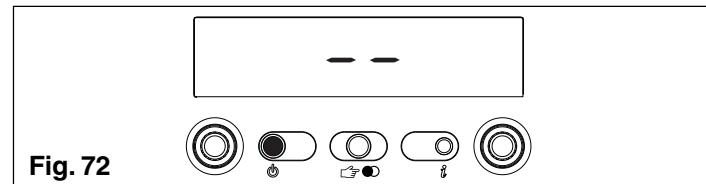

Fig. 72
⚠️ Les opérations de configuration des paramètres doivent s'effectuer avec la chaudière en position OFF. Pour cela appuyez sur la touche jusqu'à ce que l'afficheur montre “- -” (fig. 72).
La chaudière se remet dans l'état “- -” (éteint). Pour rétablir le fonctionnement appuyez sur la touche (fig. 72).
**⚠** Les opérations de TARAGE et de DÉPANNAGE doivent s'effectuer avec la chaudière en position OFF. Pour cela appuyez sur la touche jusqu'à ce que l'afficheur montre “- -” (fig. 40 C.A.I. -MIX C.S.I.; fig. 72 R.A.I. - MIX R.S.I.).